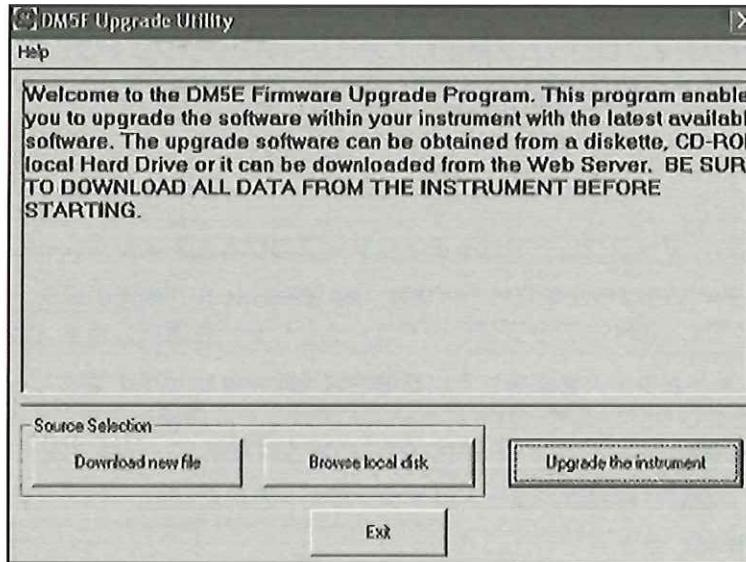

図 24: パラメータ設定の変更
2. アップグレードユーティリティプログラムを立ち上げます。MS Windows をご使用の場合、スタートボタンから [ファイル名を指定して実行] をクリックし、DM5E アップグレードユーティリティを選択します（図 24）。